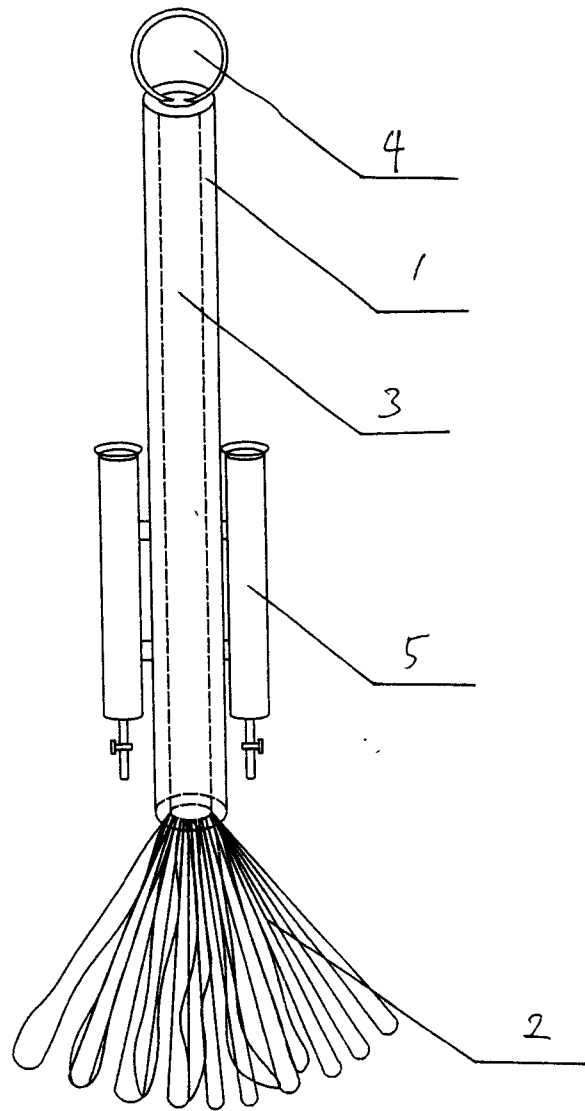

图1
权利要求书 1 页 说明书 2 页 附图 1 页
**附图说明** 图1为本实用新型简便脱水拖布的整体结构示意图。
**具体实施方式** 如图 1 所示, 本实用新型简便脱水拖布, 包括连接杆 1 和拖布头 2, 拖布头 2 由多条布料组成, 连接杆 1 为空心管状结构, 在连接杆 1 内部安插一根拉杆 3, 拉杆 3 与连接杆 1 长度相等; 拉杆 3 两端分别连接拖布头 1 和拉环 4, 且拖布头 1 可伸入连接杆 1 内部; 在连接杆 1 外表面固定多个喷水壶 5。